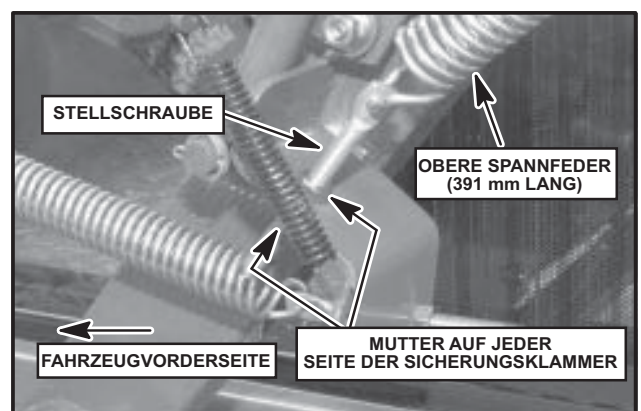

Abbildung 26
5. Verbinden Sie das andere Ende der Feder mit der Stellschraube an der Sicherungsklammer wie in Abbildung 26. Nehmen Sie die Schraube (Teilenummer 832438) aus dem Zubehörset und bringen Sie sie an der Sicherungsklammer an. Stellen Sie sicher, dass auf jeder Seite der Klammer eine Mutter ist. Die Feder wird später eingestellt.